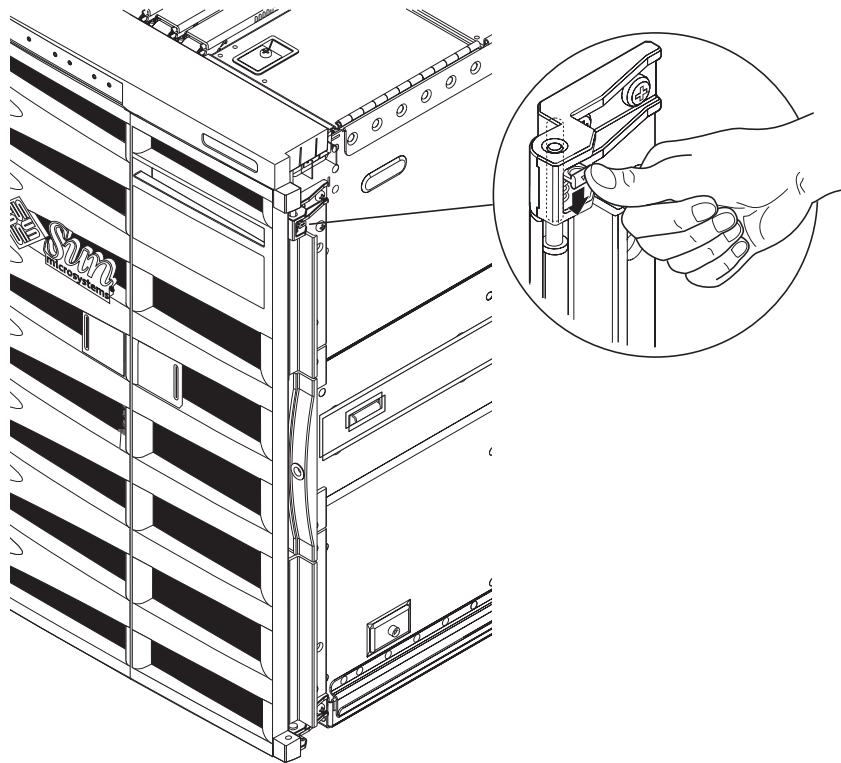

ABBILDUNG 1-6 Lösen des Türscharniermechanismus
1. Entfernen Sie die Frontblendentüren (ABBILDUNG 1-6).